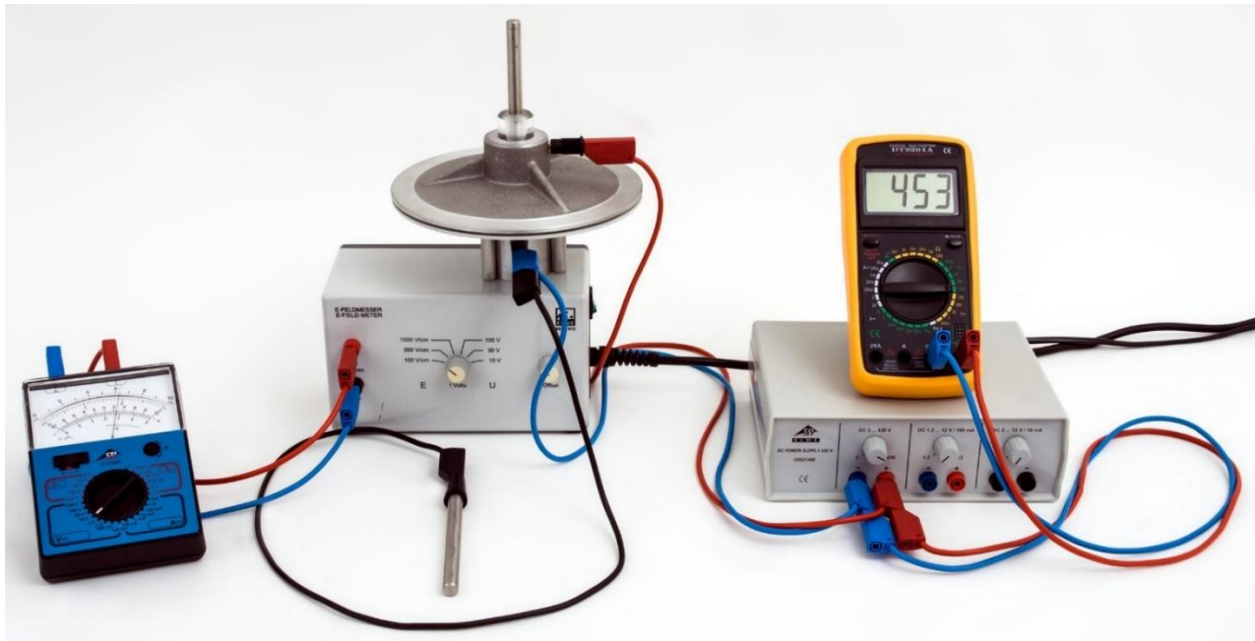

Fig. 1: Agencement de la mesure
- Montez l'expérience comme le montre la fig. 1. Ne mettez pas encore le bloc d'alimentation CC en marche.